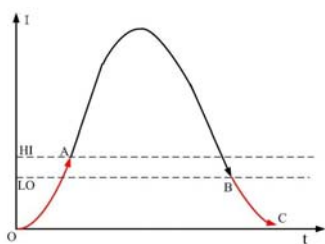

图 1: 电流继电器 1 工作原理
(1) 欠电流继电器 1：当检测电流正常时，继电器 1 吸合，当电流小于欠电流设定值时 L0，继电器 1 触点释放。欠电流继电器 1 的动作和被测电流变化的关系如图 1 所示：OA、BC 段表示欠电流保护区，欠电